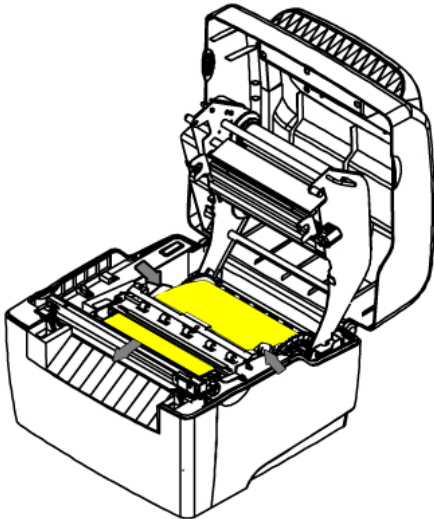

图 2.4.6
- 6) 将纸端穿过出纸通道，并拉出平放于图示位置（胶辊上方），并用左右逼纸块将拉出的纸夹住（如图2.4.6）。